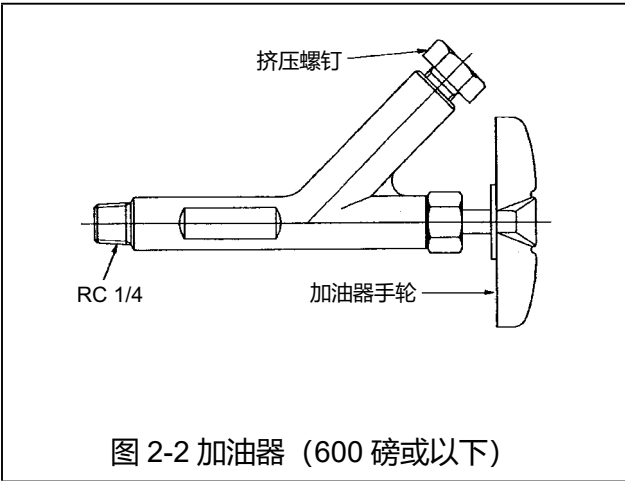

图 2-2 加油器（600 磅或以下）
- (4) 如果阀门附带如图 2-2 所示的加油器，请检查阀盖部分是否已被润滑。若要进行润滑，请松开加油器手轮然后转动挤压螺钉。如果挤压螺钉很容易转动，请按照以下提到的润滑步骤加入润滑脂。(如果挤压螺钉转动起来很重，则说明已经加入了润滑脂。)